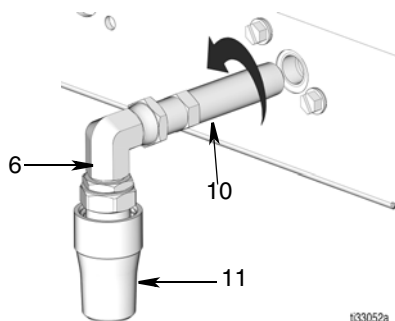

FIG. 21
6. Svitare il gruppo nipplo adattatore (10, 6 e 11) dal collettore (1).
NOTA: Il nipplo adattatore (10), il gomito (6) e l'ugello girevole (11) non devono essere smontati. Questi pezzi possono essere rimossi dal collettore come un gruppo unico (FIG. 21).